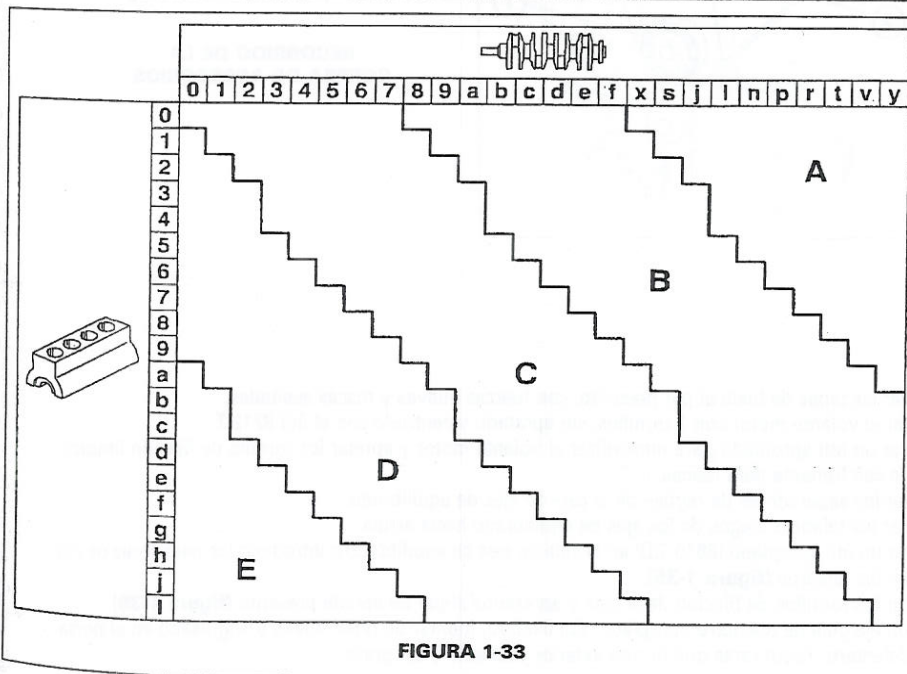

FIGURA 1-33
- Determinar la clase de los cojinetes a montar con las tablas de emparejamiento (**figura 1-33**).